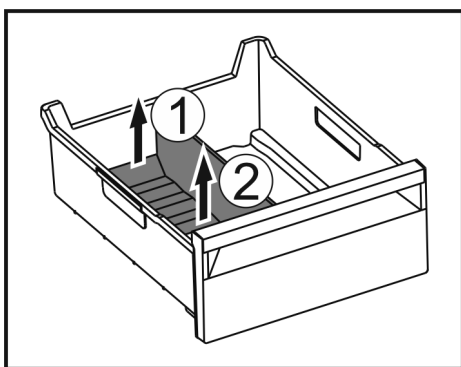

Fig. 120
- ▶ Zvedněte zadní část přepážky přihrádky na led. Fig. 120 (1)
- ▶ Přepážku přihrádky na led vyjměte nahoru. Fig. 120 (2)